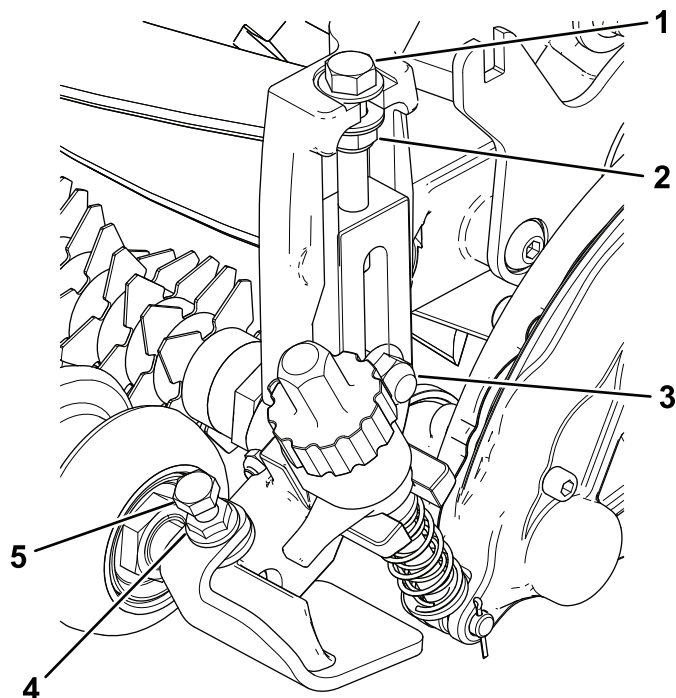

Figura 13
4. Apriete los pernos de cuello cuadrado y las contratueras que sujetan los conjuntos de soporte ADC a las chapas laterales (Figura 13).
5. Apriete la contratuerca del perno de ajuste de la altura de corte y, a continuación, afloje la tuerca 1/2 vuelta (Figura 13).
6. Centre el rodillo delantero entre los conjuntos de soporte ADC y bloquéelo con los tornillos y las tuercas con arandela prensada (Figura 13).